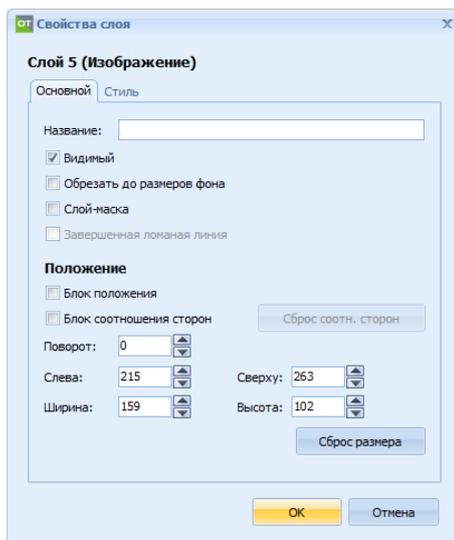

Рисунок 25.26 – Окно Свойства слоя «Слой Изображение»
– Слой изображение: добавляет слой с изображением из файла. По двойному щелчку на изображение открываются свойства изображения (рисунок 25.26).